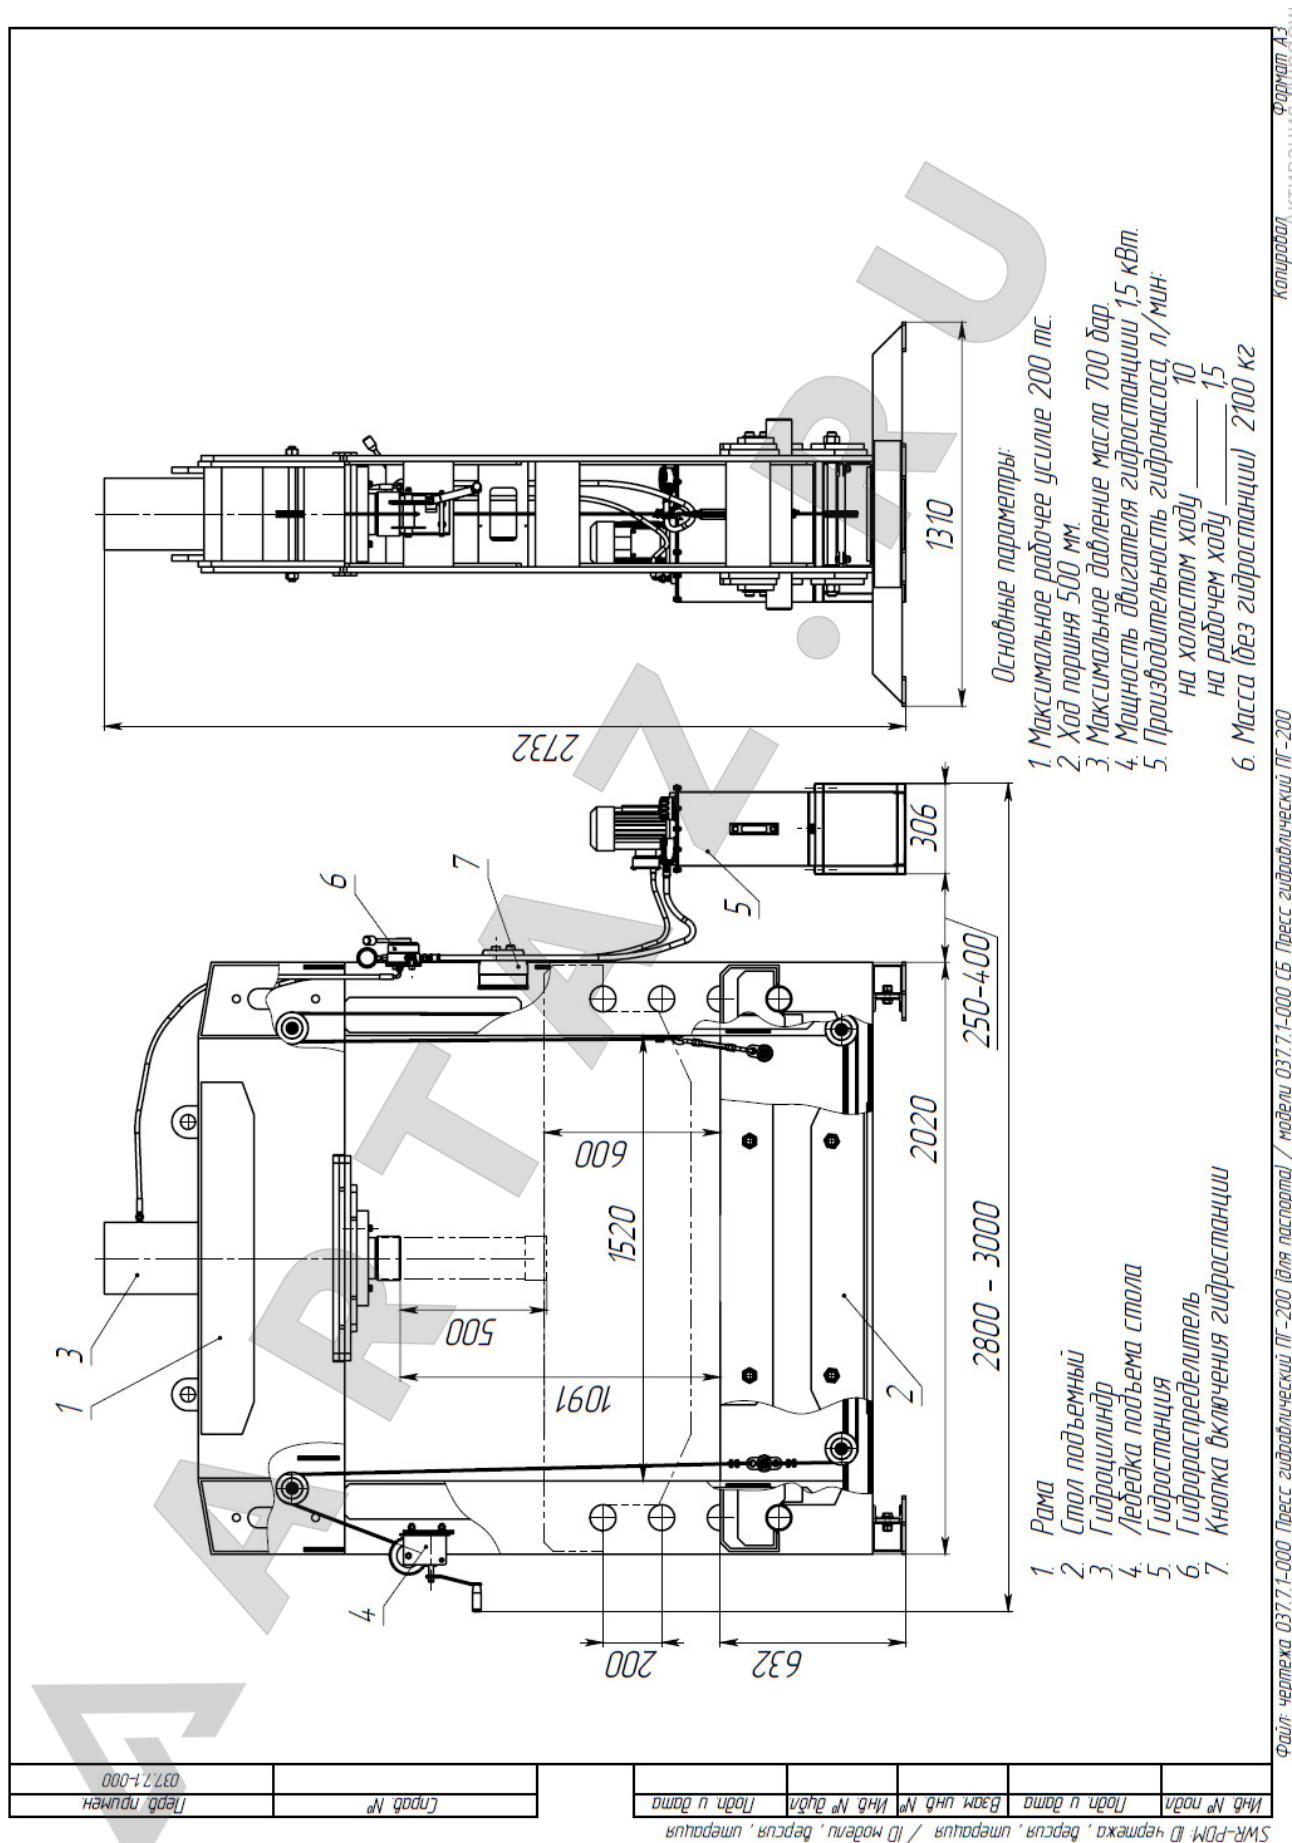
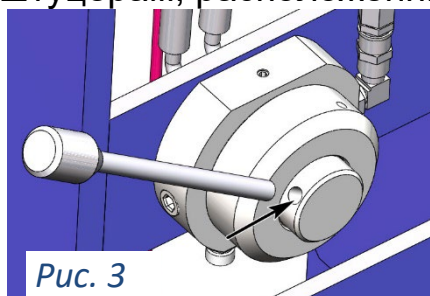

Рис. 1
Рис. 3
Основные составные части пресса (см. рис.1): рама (1) с закрепленным на ней гидроцилиндром (3), стол, регулируемый по высоте (2), гидростанция (5), монтаж гидравлический с гидрораспределителем (6).
Разместить гидростанцию справа от пресса (см. также рис.1). Вкрутить ручку распределителя в отверстие поворотного золотника гидрораспределителя (рис.3). Подсоединить к штуцерам, расположенным на нижней плоскости корпуса распределителя,